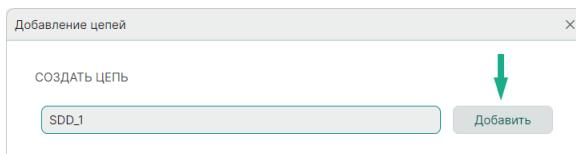

Рис. 173 Добавление новой цепи в список добавленных цепей
- 2) В поле «Создать цепь» введите имя новой цепи и нажмите кнопку «Добавить», см. Рис. 173.